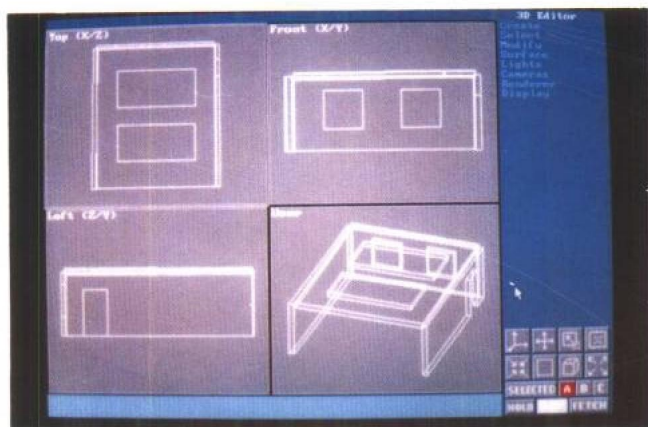

图 3
10. 选择 MODIFY/OBJECT/MOVE 在 TOP 视图点取 B 墙,移动其与 A 墙左端线相交,然后按右键点取右下角图标 ,利用同样方法将 C 墙面、D 顶面调入 3D EDITOR,反复使用 MODIFY/OBJECT/(MOVE,ROTATE)的功能,象盖房子一样将它们移至相应的位置。(见图 3)